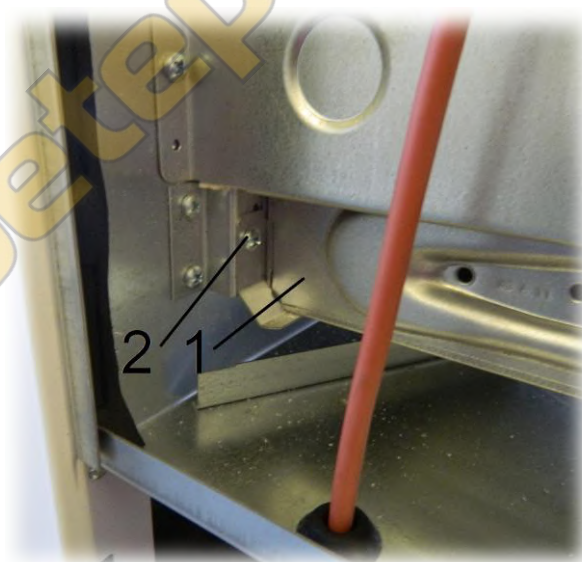

Рис. 20. Демонтаж блока горелочного
- 2) отвернуть два самореза 2 (по одному с каждой стороны блока горелочного) (см. Рис. 20) и снять блок горелочный 1.